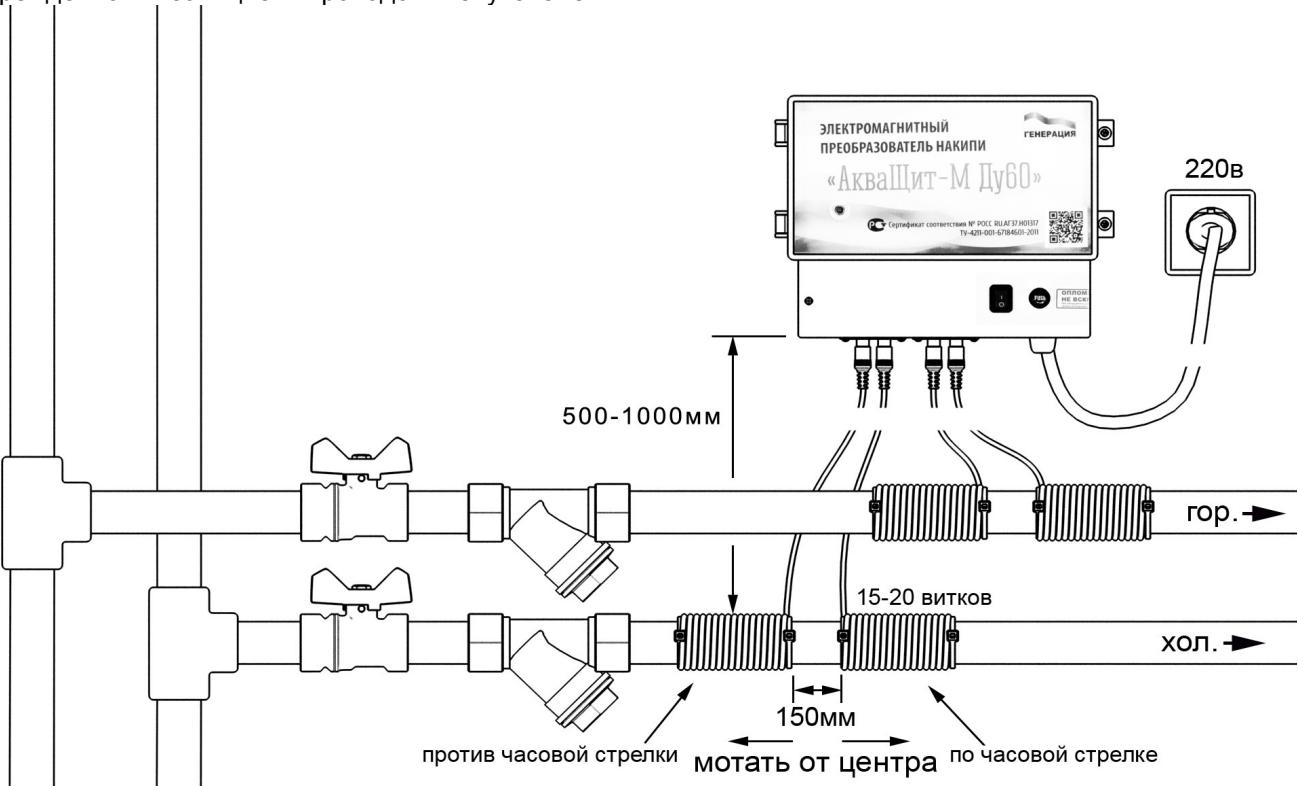

Рисунок 1 Условная схема монтажа прибора и проводов-излучателей.
5.1.1. Намотать провода-излучатели на трубопровод выдержав расстояние между катушками – 150 мм, **причем направление навивки проводов-излучателей первой и второй обмоток должны быть противоположными (по часовой и против часовой стрелки)**. Намотку проводов излучателей выполнить плотно (виток к витку), начало и конец проводов закрепить пластиковыми стяжками или ПВХ изолентой (см. Рис.1).